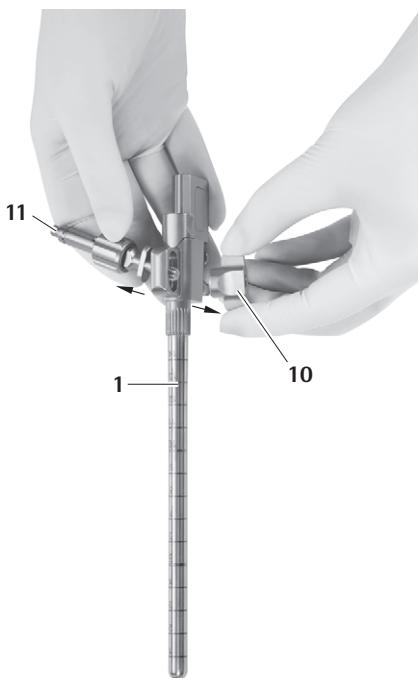

Fig. 13
- Fjern holdearmsadapteren 11, se Fig. 13.